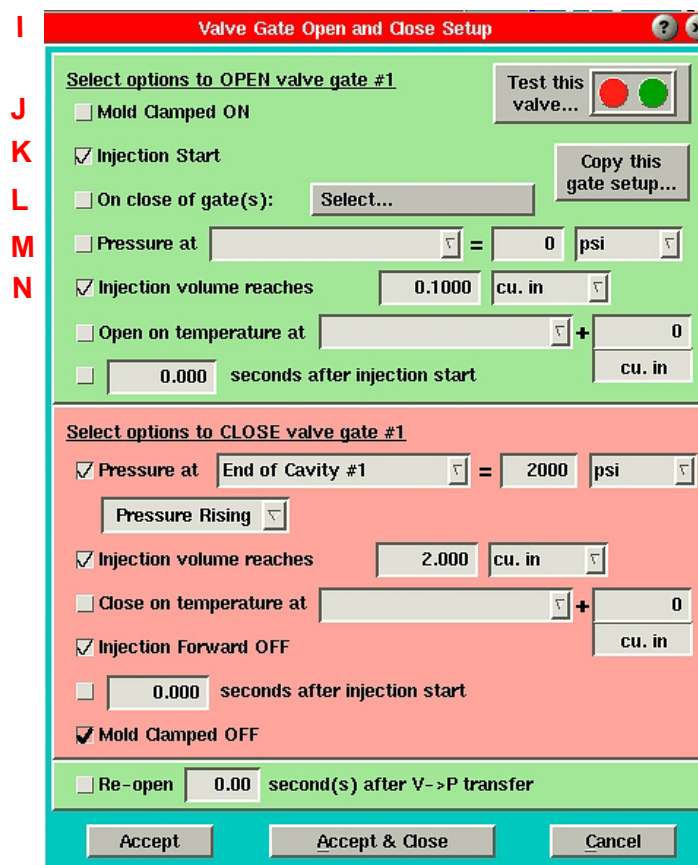

Figure 14 : outil de configuration d'ouverture et de fermeture de l'obturateur de seuil
- E. Fermer l'obturateur sur le volume :** lorsque le volume (de la course/surface de vis) atteint ce niveau, l'obturateur se fermera. Si ce champ est en surbrillance bleue, l'obturateur s'est fermé sur le volume. La valeur dans cette colonne est présentée dans les unités sélectionnées sur l'écran de Contrôle de fermeture d'Obturateur de seuil (Figure 14).
Si la valeur est en gris et ne peut pas être réglée, la fermeture sur le volume n'est pas mis en service. Ouvrez l'écran de configuration d'Obturateur de seuil (Figure 14) et vérifiez la zone « Injection de volume atteint ».
- H. Configuration :** chaque Obturateur de seuil possède des paramètres séparés pour les contrôles d'ouverture et de fermeture. Vous pouvez les définir en cliquant le bouton de Configuration pour chaque Obturateur de seuil spécifique et choisir soit le contrôle d'ouverture d'obturateur ou de Contrôle de fermeture d'obturateur à partir du menu. En plus, vous pouvez tester l'opération des contacts du contrôle de l'obturateur de seuil en sélectionnant « Tester cet obturateur ». (Voir Figure 14)